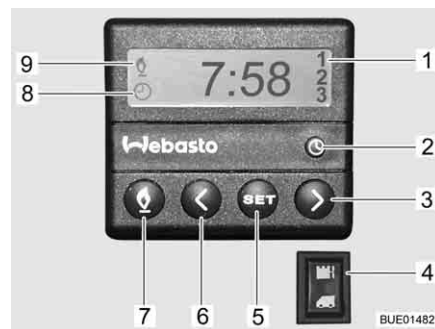

Fig. 207 Unidade de comando para o aquecimento auxiliar
- Prima a tecla (Fig. 207,7). O modo de aquecimento é mostrado por este símbolo (Fig. 207,9). A ventoinha só é também ligada a uma temperatura da água de refrigeração de 30 °C.
- Prima a tecla (Fig. 207,7). O símbolo (Fig. 207,9) apaga-se.
- Prima o interruptor (Fig. 207,4) em baixo. O motor é pré-aquecido. A ventoinha é imediatamente ligada adicionalmente.
- Prima o interruptor (Fig. 207,4) em cima. O motor mantém-se frio.
- Prima a tecla (Fig. 207,2). O acerto da hora é mostrado por este símbolo (Fig. 207,8).
- Com as teclas (Fig. 207,3 e 6), acerte a hora.
- Prima a tecla (Fig. 207,5).
- Dentro de 10 segundos, acerte o tempo de ligação com as teclas (Fig. 207,3 e 6).
- Prima tantas vezes a tecla (Fig. 207,5) até ser mostrado no display o número pretendido do programa (Fig. 207,1).